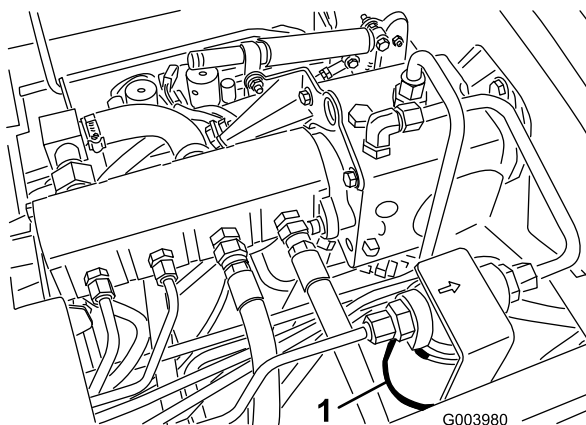
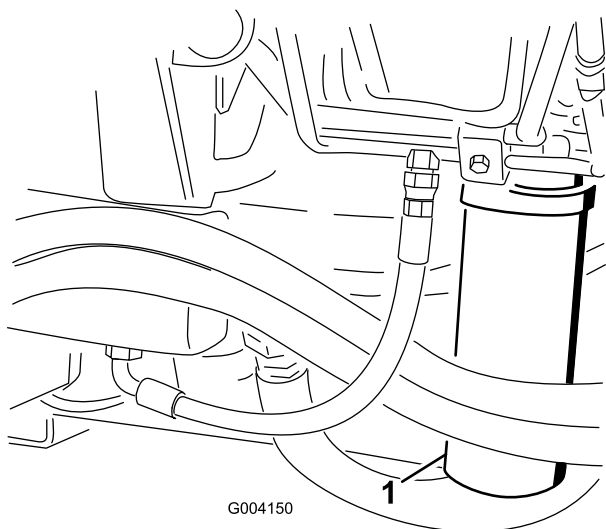

图57
图58
2. 清洁过滤器安装区域的周围，并在过滤器下面放置一个放油盘（图57）和（图58）。